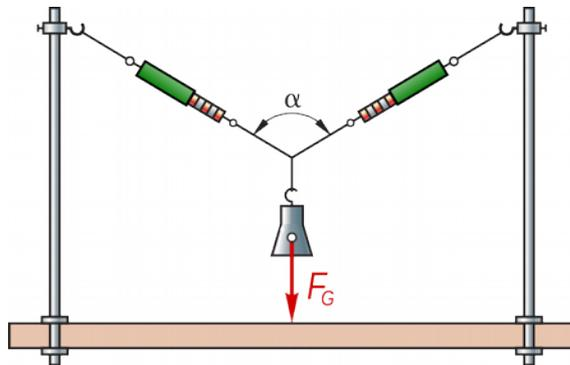

Fig. 15
- Die beiden Kraftmesser von Fig. 15 zeigen die selbe Kraft von 2,5 N an. Der Winkel beträgt  $\alpha = 120^\circ$ . Bestimme die Masse des Wägestücks!
- Wenn das Wägestück in Fig. 15 hat eine Masse von 500 g hat und der Winkel  $\alpha = 120^\circ$  beträgt, wie groß ist dann die Kraft in den Kraftmessern?